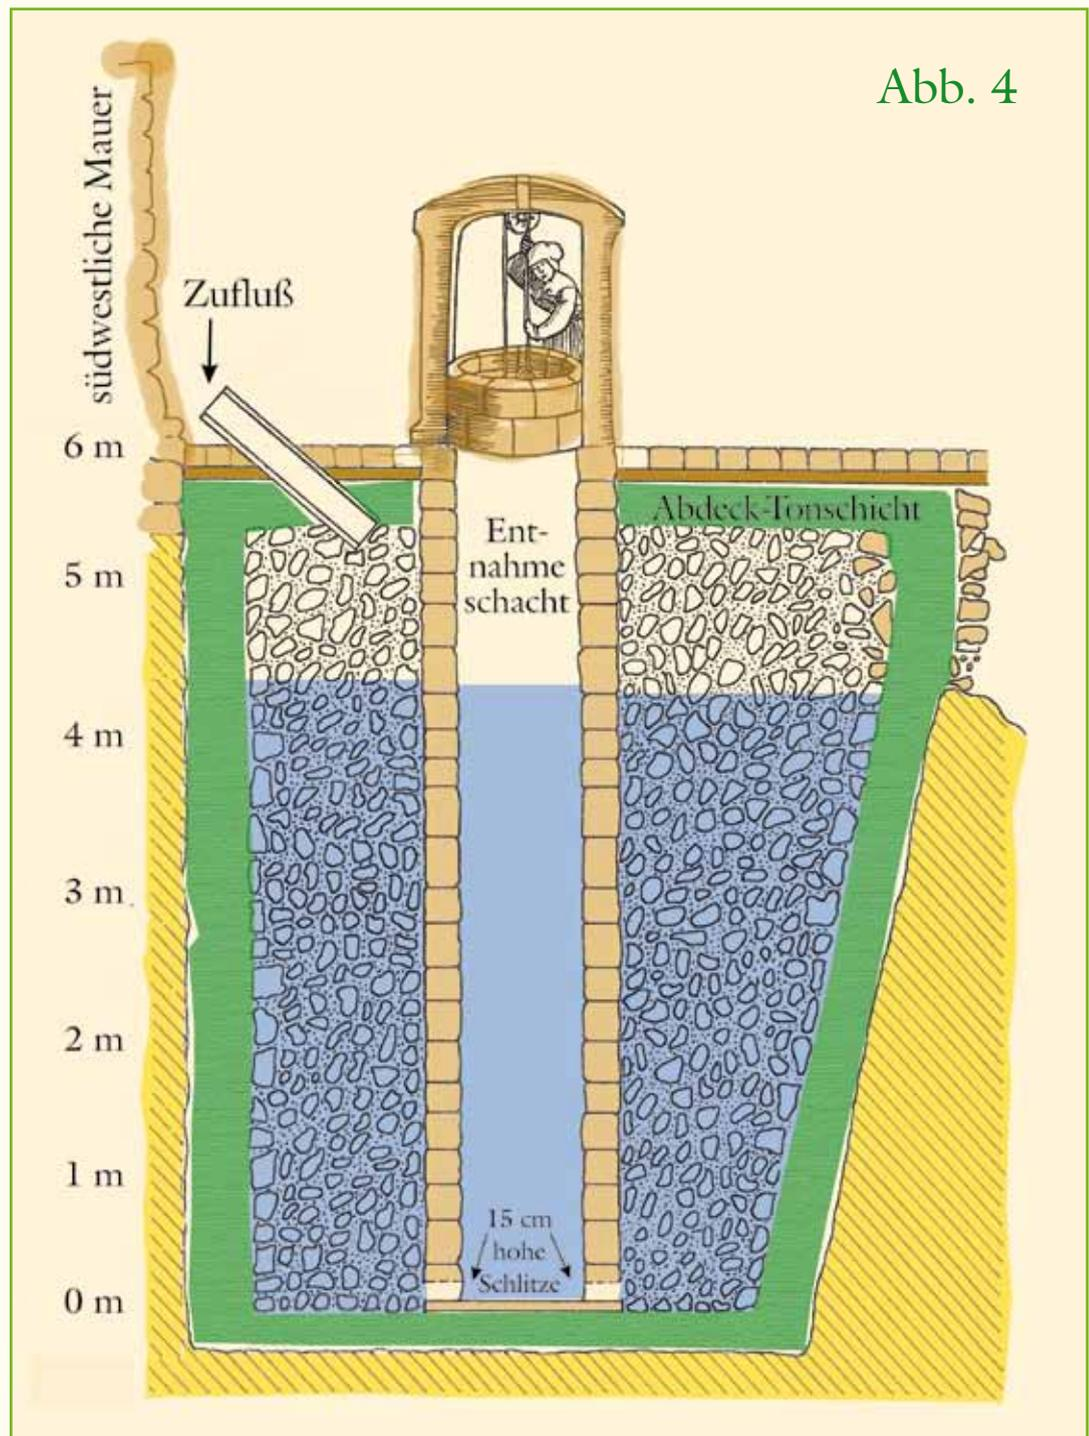

Abb. 4
Abb. 4 zeigt den gleichen Vertikalschnitt, sinngemäß zu einer vollständigen Zisterne ergänzt, also eine Rekonstruktionszeichnung.
Abb. 4: Vertikalschnitt A - B gemäß **Abb. 2** (Blickrichtung von Süd-Ost), wobei die sicheren Feststellungen (**Abb. 3**) sinngemäß zu einer vollständigen Zisterne ergänzt sind. Braun: Plattenbelag (Gehhorizont) von 25 cm Stärke incl. Unterbau; Trockenmauern und 8cm starke Sandsteinplatte unter dem Entnahmeschacht; grün: Tonschichten; schraffiert und gelb: Fels. blau: Wasser
Im Vergleich der **Abb. 3** und **4** erkennt man die Stellen, an denen **Abb. 4** sinngemäß ergänzt wurde. Auf vier Ergänzungen der **Abb. 4** ist besonders hinzuweisen:
Da gemäß **Abb. 3** die horizontale Oberfläche der Tonschicht 0,25 m unter der Oberkante des Entnahmeschachtes liegt und sich 0,60 m (d. h. mehr als ihre mittlere Stärke von 0,40 m) zum Schacht hin erstreckt, wurde in **Abb. 4** eine Abdeck-Tonschicht ergänzt, die sich bis zum Entnahmeschacht erstreckt und verschmutztes Oberflächenwasser von der Zisterne fernhält.
Die in **Abb. 3** oben rechts dargestellten, verformten und nach rechts verkippten Trockenmauern (Bemerkung 1, Profil 434) sind in **Abb. 4** durch unverformte Trockenmauern ersetzt.
Anhand der Rekonstruktionszeichnung der **Abb. 4** werden Aufbau und Funktion der Wachtenburger Filterzisterne erläutert: In den anstehenden Fels (gelb) ist eine Filtergrube geschlagen, stellenweise (**Abb. 4** rechts oben) auch aufgemauert. Der obere Durchmesser der Grube mißt etwa 5,2 m, sie ist am Boden, rundherum an den Seitenwänden und oben mit abdichtenden Tonschichten (grün) umkleidet. Auf der ca. 0,28 m dicken unteren Tonschicht liegt eine 8cm starke Steinplatte (braun), auf der, etwa in der Mitte der Grube, der 5,95 m hohe, runde Entnahmeschacht steht. Aus den drei letztgenannten Zahlen berechnet man eine Tiefe der Filtergrube von 6,31 m.
Frau Hannelore Kretschmann hat nordöstlich des Entnahmeschachtes liegende Bereiche der seitlichen Tonschicht untersucht [Grabungsbericht S. 13] und Profil 434 [Pläne] gezeichnet, das auf der Schnittlinie **A-B** der **Abb. 2** liegt und entsprechend in **Abb. 3** oben rechts eingezeichnet ist. Die gemäß Profil 434 beidseits der Tonschicht angeordneten Trockenmauern sind (wohl nach Grabungen im 18./19. Jahrhundert) verformt und nach rechts verschoben (**Abb. 3** oben rechts), und diese Beschädigungen wurden in der Rekonstruktionszeichnung (**Abb. 4**) korrigiert.
3. Der in **Abb. 4** eingezeichnete Zulauf zeigt die Regenwasserzuführung anschaulich, doch gibt es für eine derartige Konstruktion keine historische Vorlage.